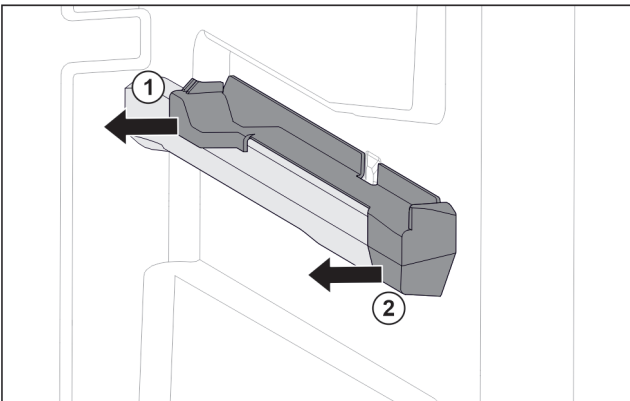

Fig. 149 Вставна частина на правому ребрі для резервуару
- ▶ Відсунути вставну частину назад вбік. Fig. 149 (1)
- ▶ Відсунути вставну частину вперед вбік. Fig. 149 (2)